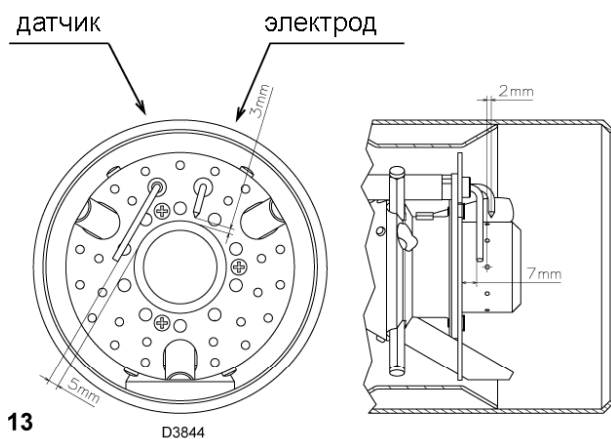

Рис. 13
На котлы, передняя часть которых охлаждается водой, не требуется ставить огнеупорную прокладку (11) – (12) (рисунок 13), если только это не требует производитель котла.